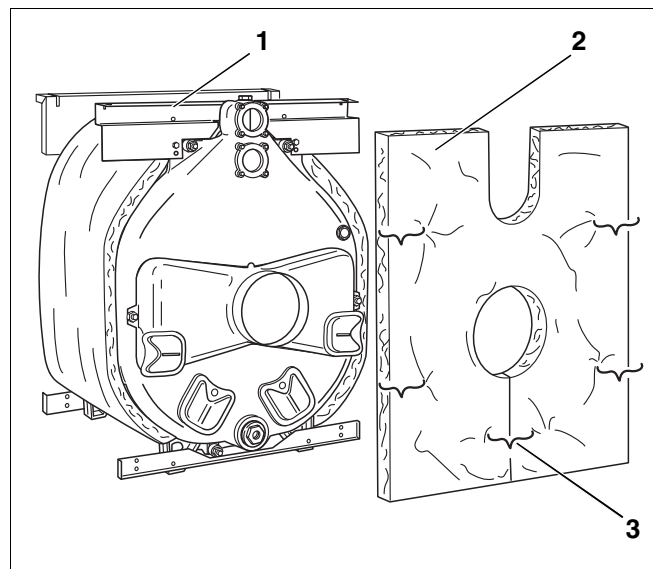

Рис. 33 Установка теплоизоляции задней секции
- Теплоизоляцию задней секции (рис. 33, поз. 2) надеть на патрубок дымовых газов. При этом вырез для подающей и обратной линий котла должен быть направлен вверх.
- Теплоизоляцию задней секции закрепить двумя пружинами к задней верхней траверсе (рис. 33, поз. 1).
- Разрез под патрубком дымовых газов стянуть пружиной (рис. 33, поз. 3).
- Снять пружины под штуцером дымовых газов (сравн. с рис. 33, стр. 24).